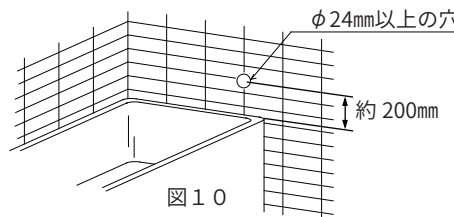

図10
1. 壁にφ24mm以上の穴を開けてください。標準タイプの取り付け壁厚は130~205mmです。（図10）